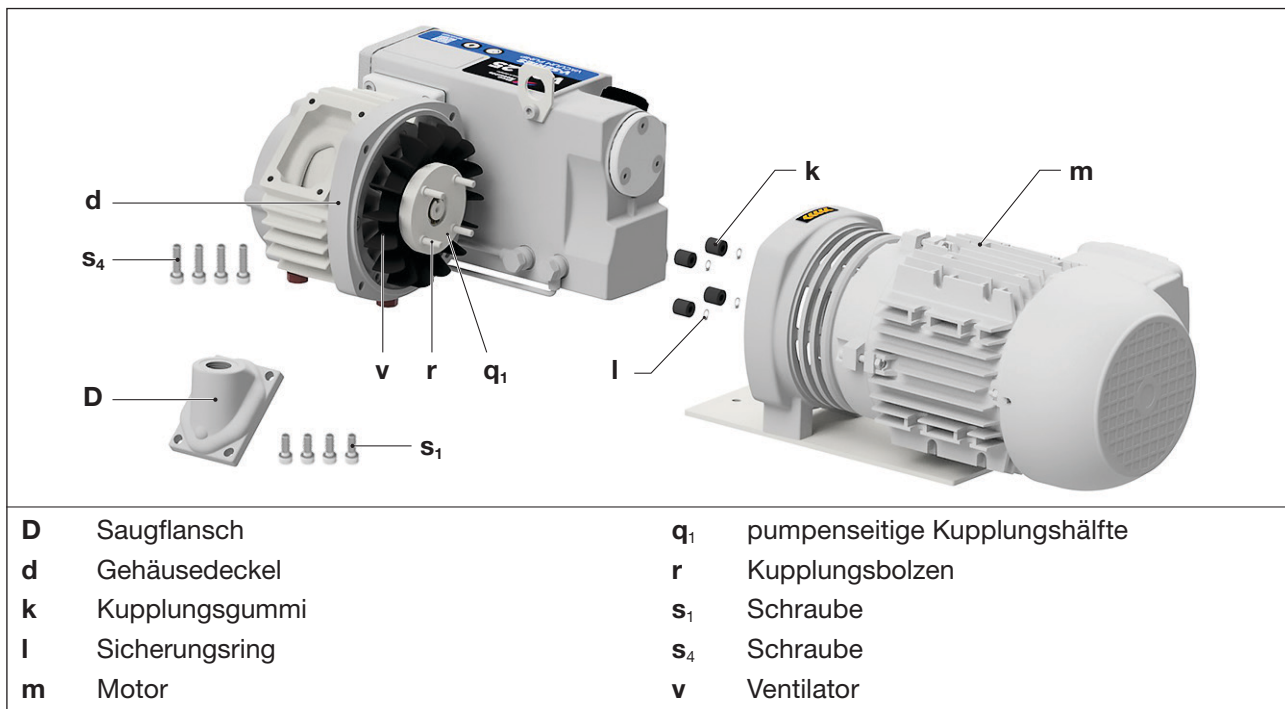

Abb. 8 Kupplung
Die Kupplungsgummis (Abb. 8/k) unterliegen einem Verschleiß und müssen regelmäßig (mindestens 1 x pro Jahr) überprüft werden. Verschlossene Kupplungsgummis machen sich durch ein schlagendes Geräusch beim Anlauf der Pumpe bemerkbar.
- Die Schrauben (Abb. 8/s₁) am Saugflansch (Abb. 8/D) lösen und Saugflansch von der Pumpe abnehmen.
- Die Schrauben (Abb. 8/s₄) am Gehäusedeckel (Abb. 8/d) lösen.
- Die Pumpe mit pumpenseitiger Kupplungshälfte (Abb. 8/q₁) und Ventilator (Abb. 8/v) axial vom Motor (Abb. 8/m) abziehen.
- Die Kupplungsgummis (Abb. 8/k) auf Beschädigung und Verschleiß prüfen und gegebenenfalls austauschen.
Dazu die Sicherungsringe (Abb. 8/l) und die verschlissenen Kupplungsgummis (Abb. 8/k) von den Kupplungsbolzen (Abb. 8/r) abziehen und neue Kupplungsgummis mit den Sicherungsringen auf die Kupplungsbolzen aufschieben.
- Die Pumpe mit pumpenseitiger Kupplungshälfte und Ventilator wieder am Motor montieren und mit den vier Schrauben (Abb. 8/s₄) befestigen. Anzugsmoment: 10 Nm
- Saugflansch wieder auf das Gehäuse aufsetzen und mit den vier Schrauben (Abb. 8/s₁) befestigen. Anzugsmoment: 10 Nm